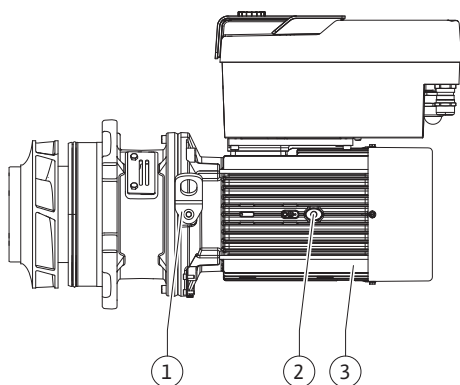

Fig. 112: Smontovaná jednotka
13. Zasuňte smontovanou jednotku (viz Fig. 112) do tělesa čerpadla v původní, resp. v jiné, požadované úhlové poloze. Přitom věnujte pozornost instalační poloze komponent (viz kapitola „Přípustné polohy instalace a změna uspořádání komponent před instalací“ [► 25]).